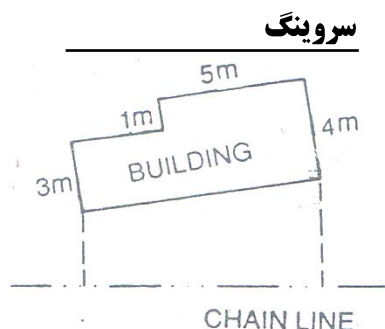

Fig. 2.13
- که چېرته تعمیر کوچني وي دهغې کڼجونه د مايل یا عمودي افست پواسطه باندې رسمېږي او نور نقاط په مستقیم ډول سره اندازه کوو او په ساحوي کتاب کېږي لیکو. د fig 2.13 شکل مطابق